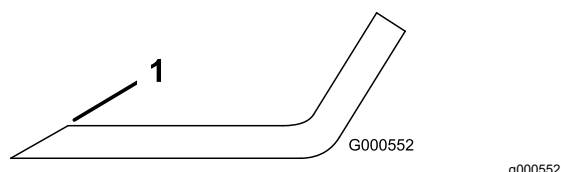

Figure 64
1. Au moyen d'une lime, aigüisez les tranchants aux deux extrémités de la lame (Figure 64).
Remarque: Si la lame est déséquilibrée, limez un peu l'extrémité de l'ailette seulement (Figure 64).